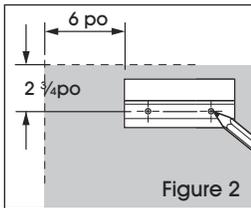

Figure 2
2. Mark wall at centers of bracket holes. (See Figure 2)
2. Marquer des points de repère au mur au centre des trous des supports. (Voir Figure 2)